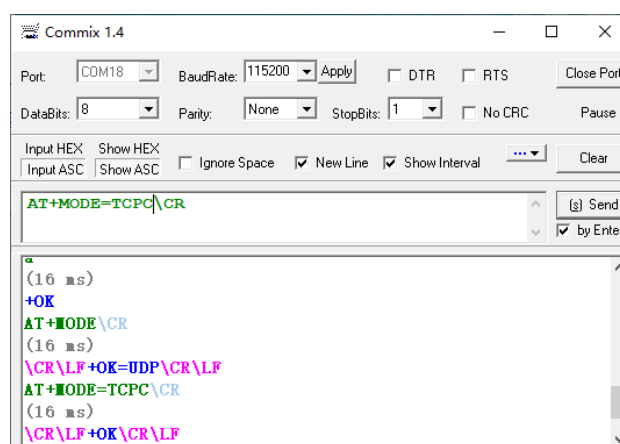

图 10-4 AT 指令设置 TCP Client 模式
- 2) 设置设备工作模式, 如图 10-4 所示, 将工作模式设置为 TCP Client 模式;